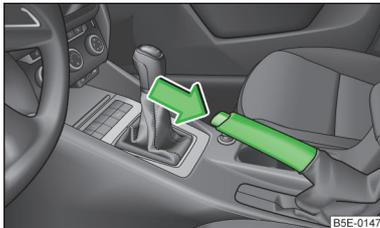

Abb. 118
- » Den Handbremshebel etwas hochziehen **und gleichzeitig** den Sperrknopf » Abb. 118 hineindrücken.